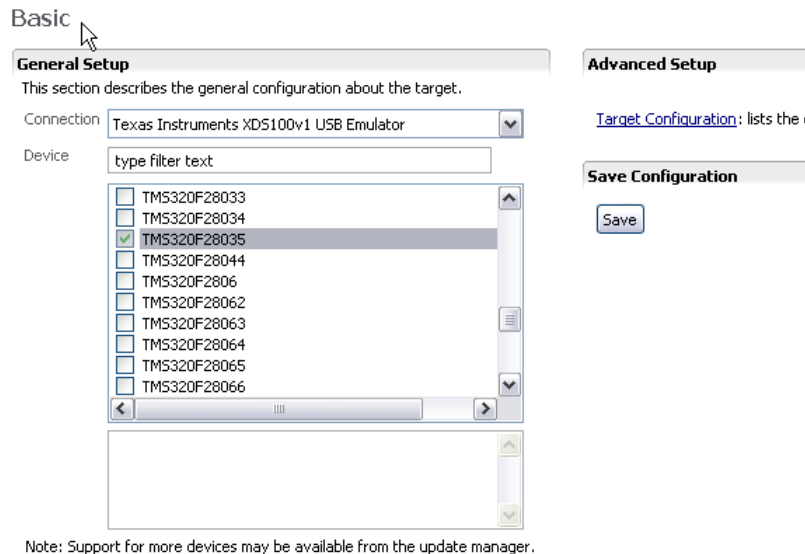

图 4. CCS 普通设置
7. 连接：德州仪器 (TI) XDS100v1 USB 仿真器。
8. 器件：TMS320F28035 并单击 Save（请见图 4）。